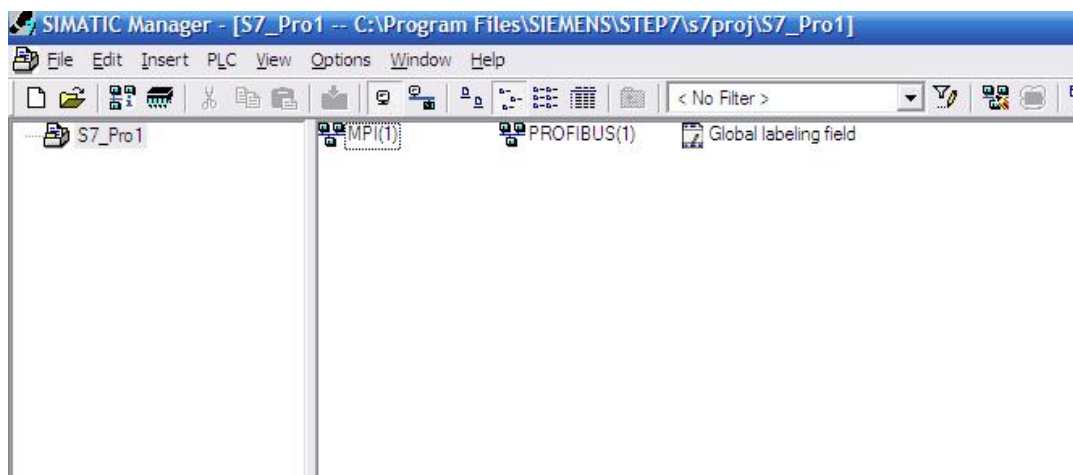
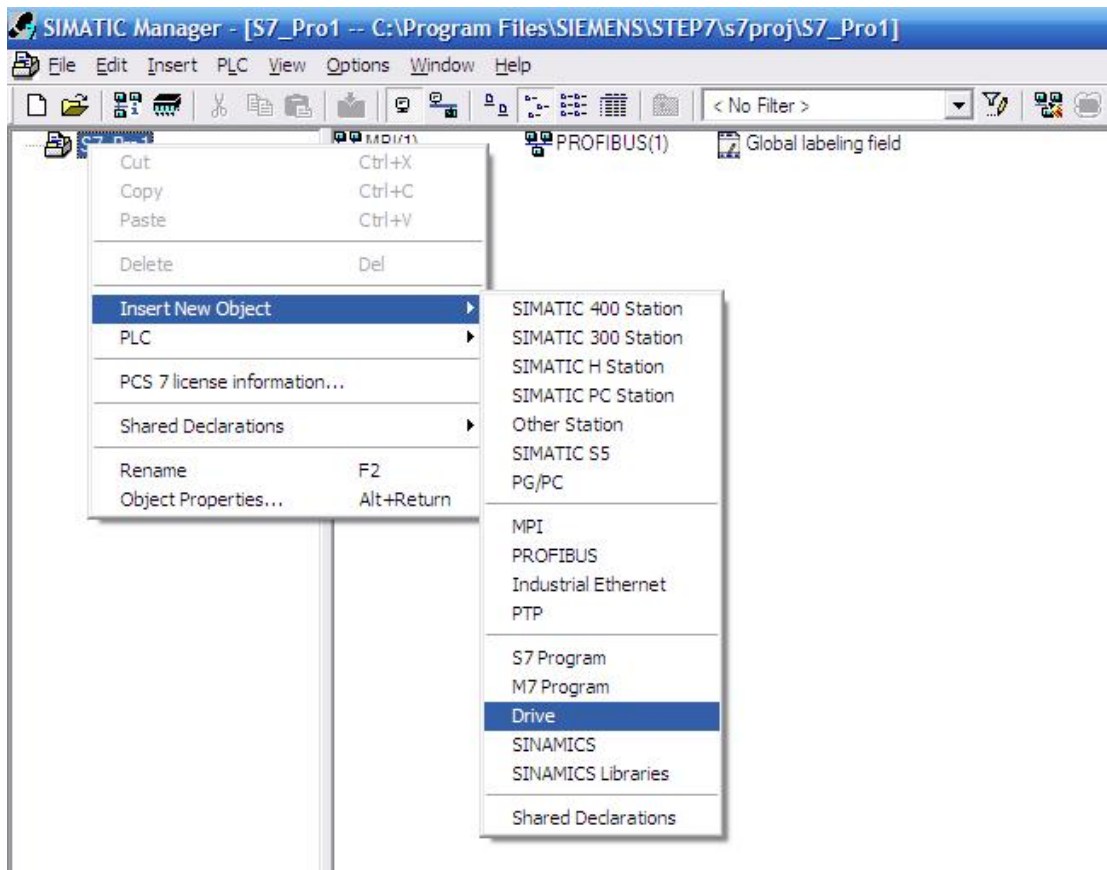
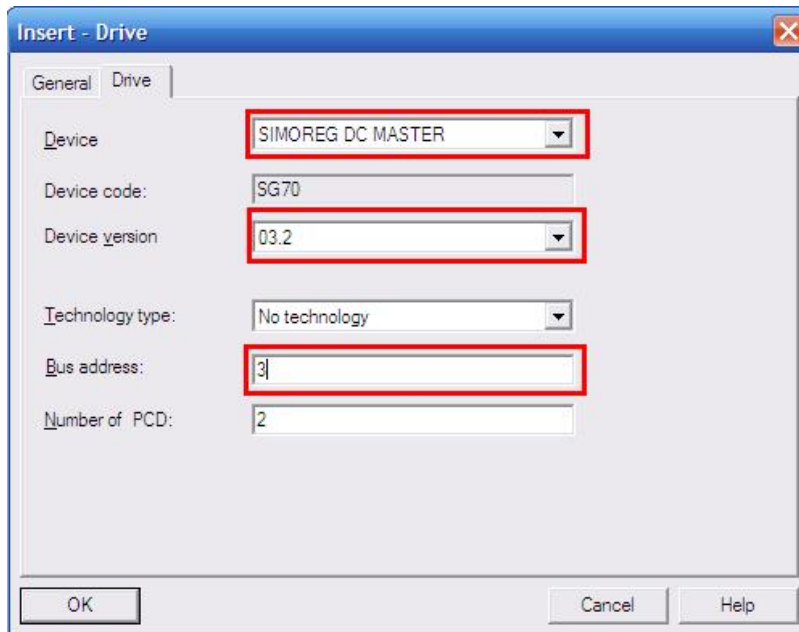

图 1
图 2
图 9
1) 首先在 STEP7 中新建项目，如图 1
1) 建立新的项目，在项目名上右键插入驱动系统（过程与 Masterdrive 系列变频器的配置相同，请参考图 1 和图 2），然后在对话框中选择产品类型，版本（r0060）以及 PROFIBUS DP 站地址，如图 9 所示：